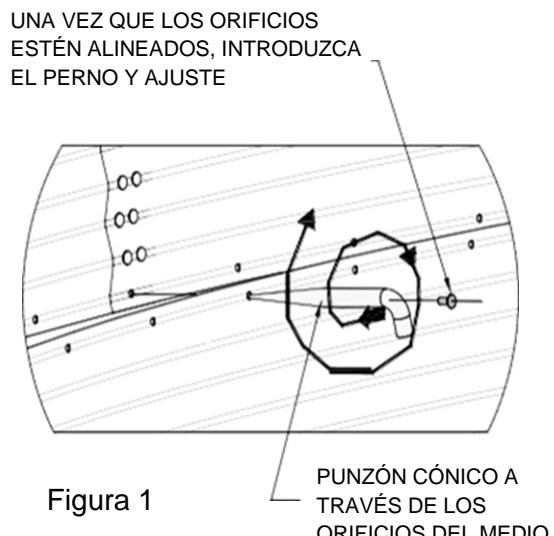
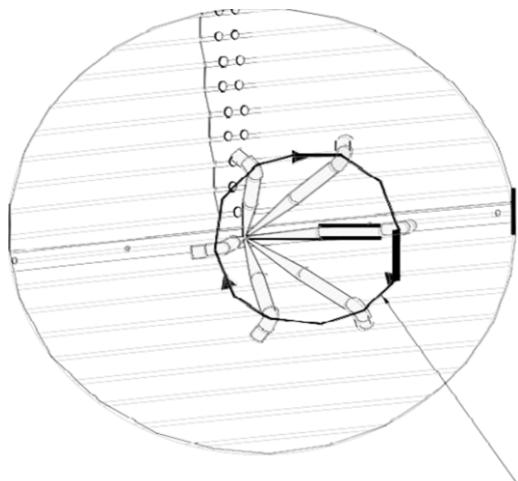

Figura 1
Figura 2 MUEVA EL PUNZÓN CÓNICO AL ALINER LOS ORIFICIOS Y ABOCARDELOS CUANDO SEAN NECESARIO.
- Capture y sostenga las placas de pared allegadas una respecto a la otra, introduciendo punzones cónicos por el orificio del medio de la placa inferior y el orificio de la unión vertical hermana de la placa superior. (Figura 1) Reflecte y rote el punzón para alinear y abocardar los orificios en las tres placas hermanas. (Figura 2) Debe introducirse por lo menos otro punzón en un orificio contiguo para ayudar a mantener la alineación.